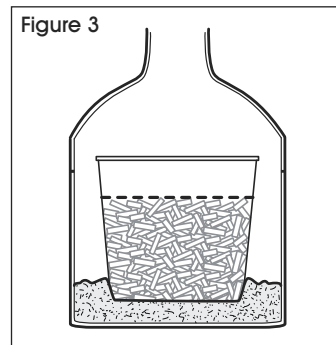

Figure 3
4. Place pail back in base on top of sand. (See Figure 3)
4. Remplacez le seau dans la base, sur le sable. (Voir Figure 3)